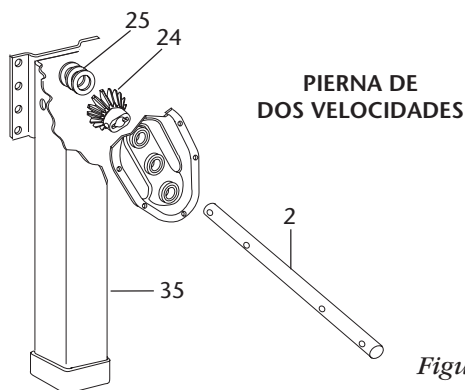
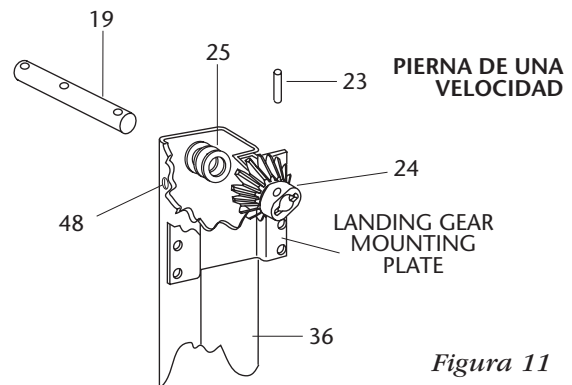

Figura 10
Figura 11
7. Coloque el piñón cónico (**Artículo 24**) encima del engranaje cónico. Para patas de una sola velocidad, el piñón cónico debe estar en el lado opuesto de la placa de montaje del tren de aterrizaje, como se muestra en **Figura 11**. Para patas de dos velocidades, el piñón cónico debe estar contra el lado de la placa de montaje del tren de aterrizaje, como se muestra en **Figura 10**.
8. En patas de dos velocidades, deslice el eje impulsor (**Artículo 2**) en el lado de la caja de cambios de la pata exterior (**Artículo 35**), a través del engranaje de piñón cónico, a través de las cuñas retiradas anteriormente y a través del orificio en el otro lado de la pata exterior como se muestra en **Figura 10**.
En las patas de una sola velocidad, deslice el eje del piñón cónico (**Artículo 19**) en el costado de la pierna exterior (**Artículo 36**) frente a la placa de montaje del tren de aterrizaje, a través de las cuñas retiradas anteriormente, a través del piñón cónico y a través del orificio en el otro lado de la pata exterior como se muestra en **Figura 11**.